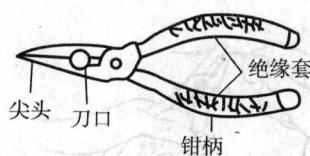
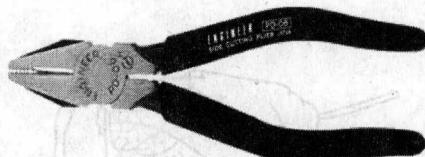

图 1-1-17 钢丝钳 1
图 1-1-18 钢丝钳 2
1. 对比: 图 1-1-17 与图 1-1-18 所示钢丝钳的各部分名称有什么不同?
2. 图 1-1-18 所示钢丝钳可以实现哪些功能?